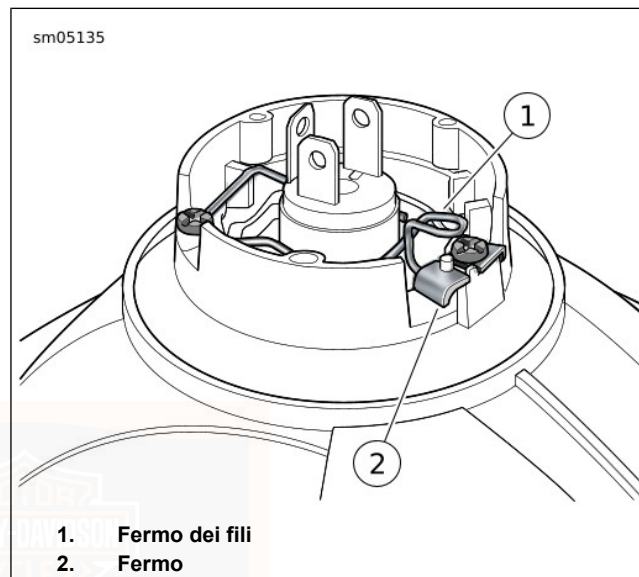

Figura 45. Fermo dei fili
6. Vedere Figura 45. Rilasciare il fermo dei fili (1) dal fermo (2). Girare il fermo dei fili in modo che non intralci il lavoro.
9. Vedere Figura 45. Ruotare il fermo dei fili (1) portandolo in posizione ed attaccarlo sotto il bordo del fermo (2).